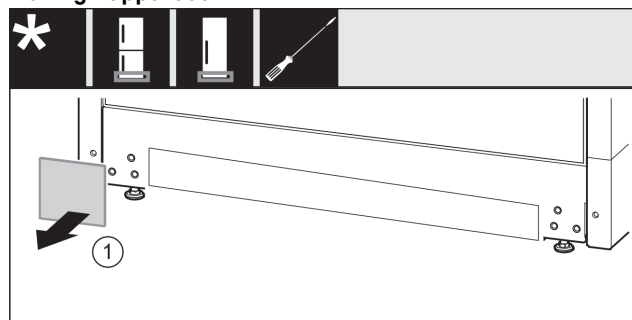

Fig. 23
- Rimuovere la copertura Fig. 23 (1).